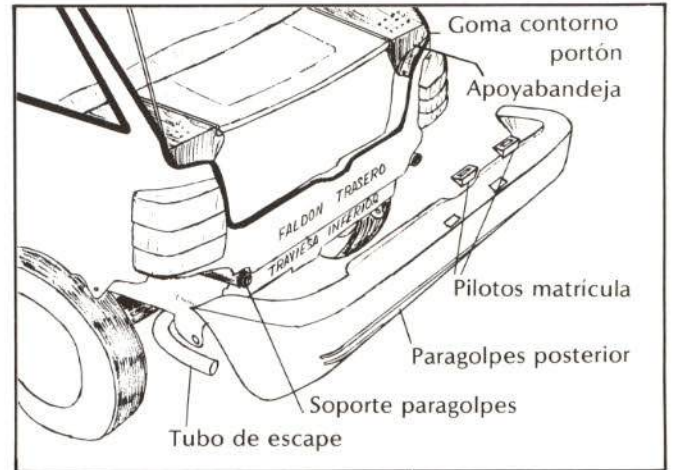

Fig. 30.—Desmontaje de paragolpes.
a) *Desmontar el paragolpes posterior* (fig. 30).